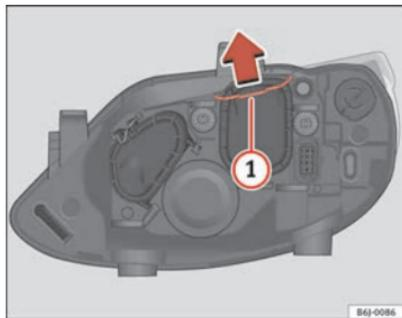

Abb. 132 Abblendlicht
- Die Strebe ⇒ Abb. 132 (1) in Pfeilrichtung verschieben und den Deckel abnehmen.